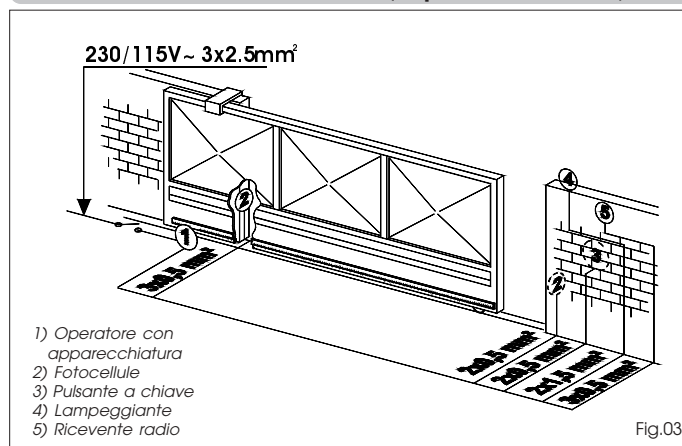

Fig.03
- 4) Predisporre i cavi elettrici per il collegamento degli accessori e dell'alimentazione elettrica secondo lo schema di Fig.03. Per ef-